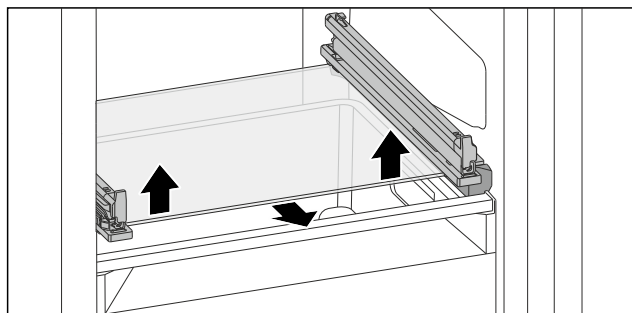

Fig. 139 Ripiano in vetro del cassetto ribaltabile
- Premere il ripiano in vetro dal basso verso l'alto su entrambi i lati. (vedere Fig. 139)